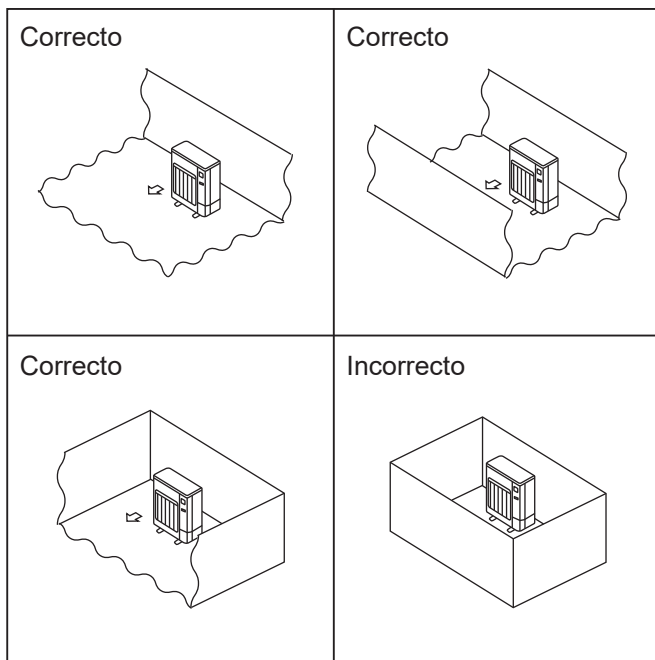

Fig. 2-2
- ⊙ Instale as unidades exteriores num local onde, pelo menos, uma das quatro laterais seja aberta e cujo espaço seja suficientemente amplo e não tenha depressões. (Fig. 2-2)